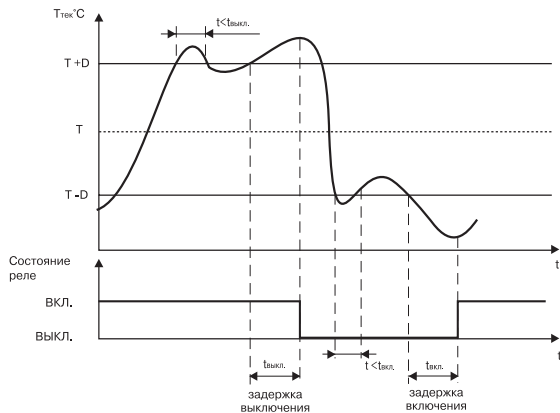

Рисунок 10
3.1.4.1.2. Для ЛУ, работающего в режиме устройства сравнения может быть задано время задержки включения и время задержки выключения. ЛУ включает или выключает выходное устройство, если условие, вызывающее изменение состояния, сохраняется, как минимум, в течение времени, установленного в параметрах **A1-3** и **A1-4** соответственно (рисунок 10).